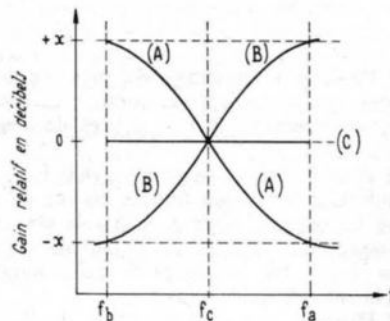

FIG. 10
11° Reproduire la courbe de réponse C de la notice sur un dessin comme celui de la figure 10.
Le principe de la compensation est indiqué par les courbes de la figure 10. Soit, par exemple le cas de la position « PV magnétique » (généralement à reluctance variable), utilisant en lecture des disques microsillons.
Il s'agira de vérifier que le préamplificateur a bien la courbe de réponse compensatrice (courbe (B), Fig. 10) exigée. Il y aura autant de mesures à effectuer qu'il y a d'entrées.
1° On connaît, par la documentation du constructeur, la courbe du préamplificateur (courbe (A), Fig. 10). On vérifiera à l'aide des mesures que cette courbe est bien obtenue.
2° On ne connaît pas la courbe (A). Dans ce cas, on tiendra compte de la courbe (B) de la source qui servira à établir graphiquement la courbe compensatrice (A) en prenant chaque fois le nombre des décibels avec le signe opposé (voir Fig. 10).